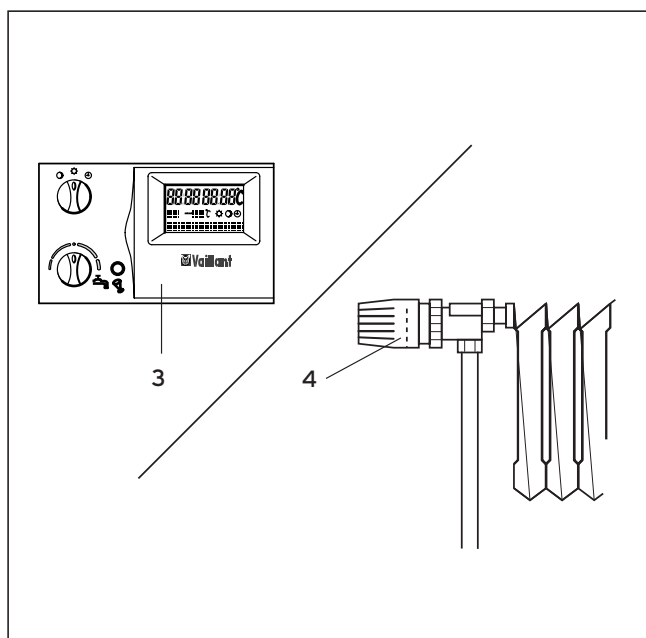

Fig. 3.11: Fijación del termostato de ambiente/centralita
3.4.2 Fijación del termostato de ambiente o de la centralita de termorregulación (Fig. 3.11)
- Fije el termostato de ambiente (3, accesorio), la centralita y las válvulas termostáticas de los radiadores (4) de acuerdo con las instrucciones correspondientes.